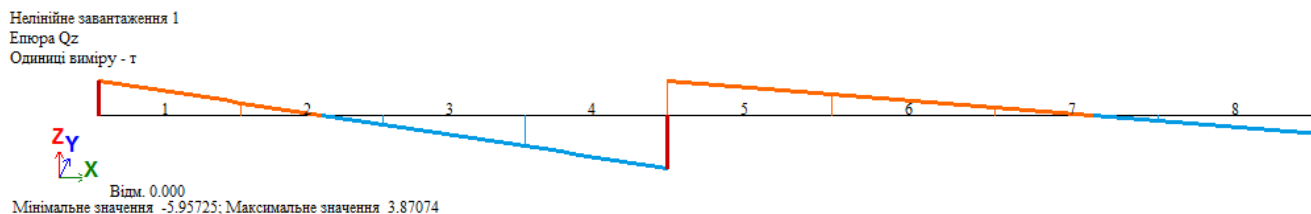

Рис. 7.27. Епюри поперечних сил Qz
- Для виведення епюри **Qz** (рис. 7.27), натисніть на кнопку  – **Епюри поперечних сил Qz** (панель **Зусилля у стержнях** на вкладці **Аналіз**).